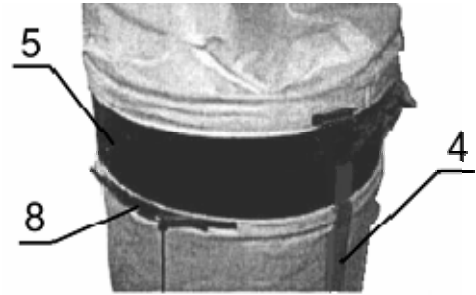

Рисунок 7.
7. На корпус пылесоса наденьте мешок для стружки 8, закрепив его хомутом для мешков (рис. 7.).